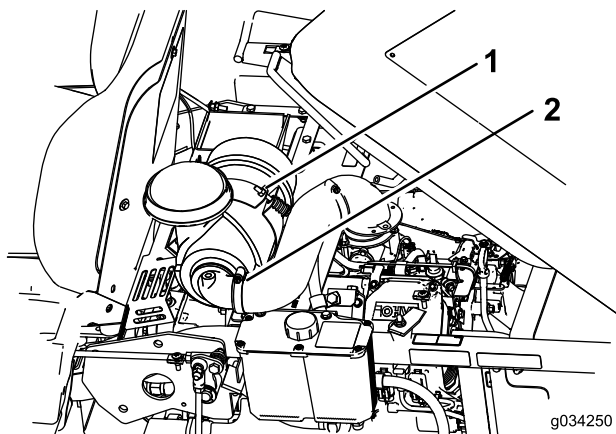

Figura 31
4. Slăbiți urubul care fixează filtrul de aer (Figura 31).
5. Slăbiți clema care țin furtunul și îndepărtați filtrul de aer (Figura 31).